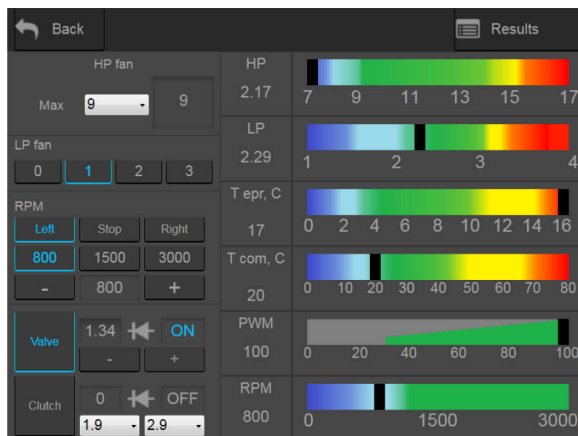

Рисунок 32. Настройки стенда при обкатке компрессора
3. Выбрать режим диагностики «Manual mode». Установить настройки стенда как показано на рис. 32. Уровень ШИМ сигнала на электроклапане должен быть равен 100%.